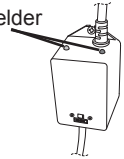

Abbildung 7
22. Wenn die Stromzufuhr eingeschaltet ist, können Sie das Vorschaltgerät (12), Abb. 7, kontrollieren, um zu sehen, ob das CLEARRAY-System funktioniert. Ein ständiges grünes Licht zeigt an, dass das CLEARRAY-System mit Strom versorgt wird und sollte ständig vorhanden sein. Ein ständiges rotes Licht zeigt an, dass die UV-Bulb aktiviert ist.